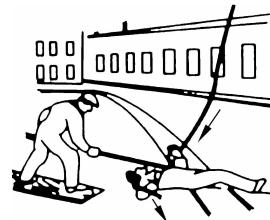

图 1-5 用干燥的木棒挑开电线
③“挑”:如果导线落在触电者身上或被压在身下,可用干燥的绳索、木棒等绝缘物作为工具,拉开触电者或挑开电线,使触电者脱离电源,如图1-5所示。